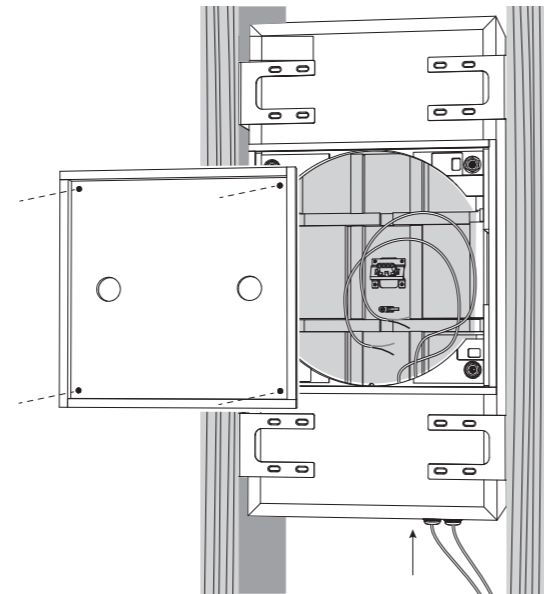

Fig. 3. Speaker Wire Installation.
1. Rimuovere il coperchio dalla scatola posteriore svitando le quattro viti che lo fissano in posizione (Fig. 3).
2. Installate il cavo dell'altoparlante attraverso uno dei pressacavi e lasciate abbastanza gioco per effettuare i collegamenti (Fig. 3). Stringere il pressacavo e fissare il cavo dell'altoparlante per evitare che si muova e sbatta durante il funzionamento. Assicurarsi che il cavo dell'altoparlante non venga a contatto con chiodi o viti che potrebbero danneggiare l'isolamento. Viene fornito un secondo pressacavo per consentire l'installazione di un secondo passaggio del cavo dell'altoparlante.